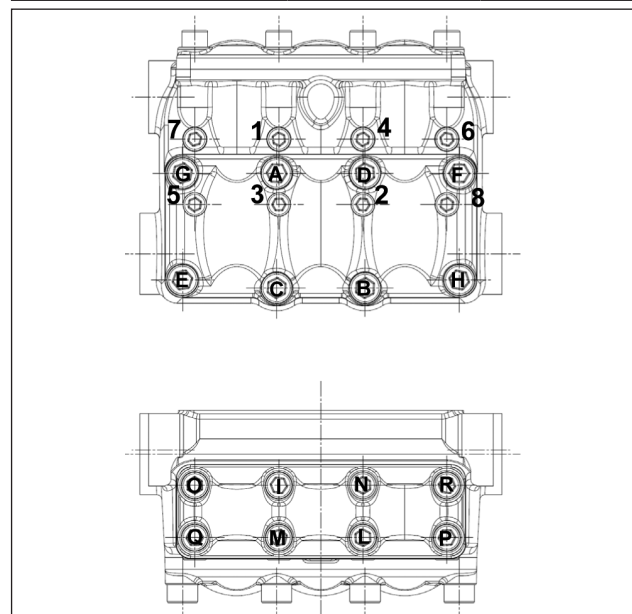

Abb. 31
*** Die Befestigungsschrauben des Ventildeckels, Pos. 45 und Pos. 58 der Explosionszeichnung, müssen mit einem Drehmomentschlüssel in der Reihenfolge gemäß Schema in Abb. 31 festgezogen werden.